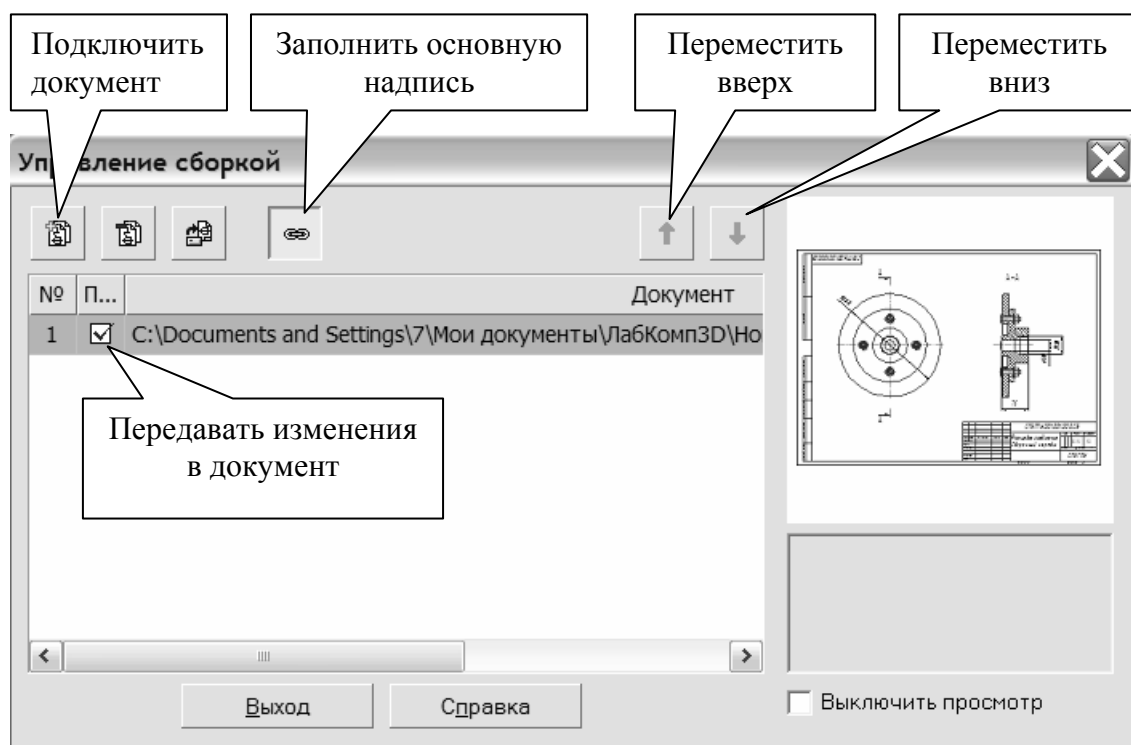

Рис. 10.5. Вид панели *Управление сборкой*
3. В появившемся диалоге **Управление сборкой** (рис. 10.5) нажмите кнопку  **Подключить документ**.
6. Передача обозначения и наименования изделия возможна в двух направлениях: из подключенного документа в спецификацию и из спецификации в подключенные документы. Чтобы изменения из спецификации передавались в подключенный документ, включите флажок в колонке **Передавать изменения в документ** (см. рис. 10.5).
7. Если требуется передавать обозначение и наименование изделия из подключенного документа в основную надпись спецификации, нажмите кнопку **Заполнить основную надпись** (см. рис. 10.5). Причем, в основную надпись спецификации передаются данные из того документа, который расположен первым в списке подключенных. Используйте кнопки **Переместить вверх** и **Переместить вниз**